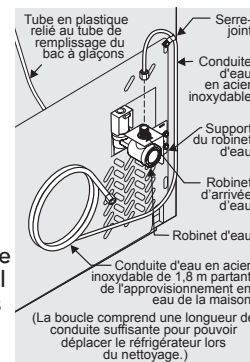

figure 2
- Si vous utilisez des tubes en acier inoxydable - L'écrou est déjà assemblé sur le tube. Glissez l'écrou sur le robinet d'entrée et serrez l'écrou à la main sur le robinet. Serrez d'un autre demi-tour avec une clé; NE PAS serrer trop fort. Voir figure 2.